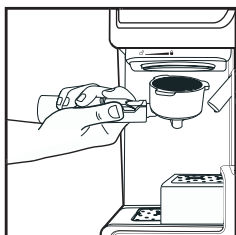
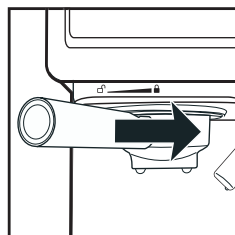

Рис. 5
Рис. 6
- Установите держатель фильтра в кофеварку. Выступы держателя (19) должны совпасть с пазами на бойлере (рис. 5), после чего поверните ручку держателя фильтра (17) в правую сторону до упора (рис. 6, 7).